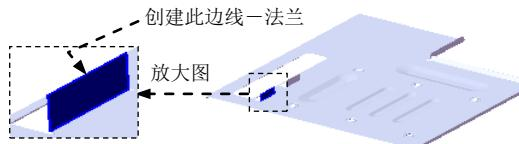
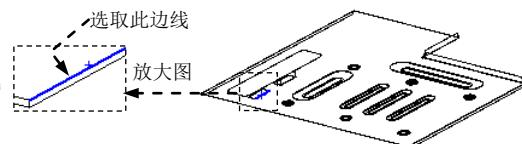

图 17.10.98 创建边线一法兰 6
图 17.10.99 定义特征的边线
Step29. 创建图 17.10.98 所示的边线一法兰 6。
(1) 选择命令。选择下拉菜单 **插入(I)** → **钣金(B)** → **边线法兰(E)...** 命令，系统弹出“边线法兰”对话框。
(2) 定义特征的边线。选取图 17.10.99 所示的模型边线为生成的边线法兰的边线。
(3) 定义法兰参数。在 **角度(G)** 区域的 文本框中输入角度值 90.0；在“边线法兰”对话框 **法兰长度(L)** 区域的下拉列表中选择 **给定深度** 选项，输入深度值 12.0，在此区域中单击“内部虚拟交点”按钮 。在 **法兰位置(N)** 区域中，单击“材料在外”按钮 .